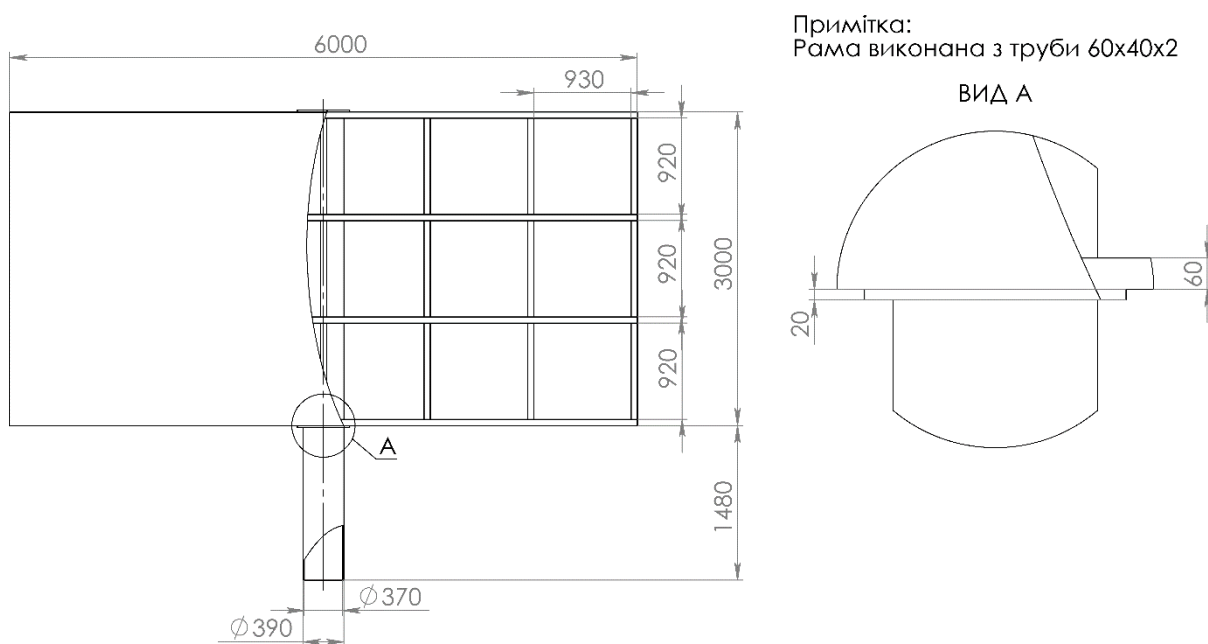

Рис. 2 – Эскиз билборда
1. Построить геометрическую модель билборда в соответствии с размерами, приведенными на эскизе, рис. 2.